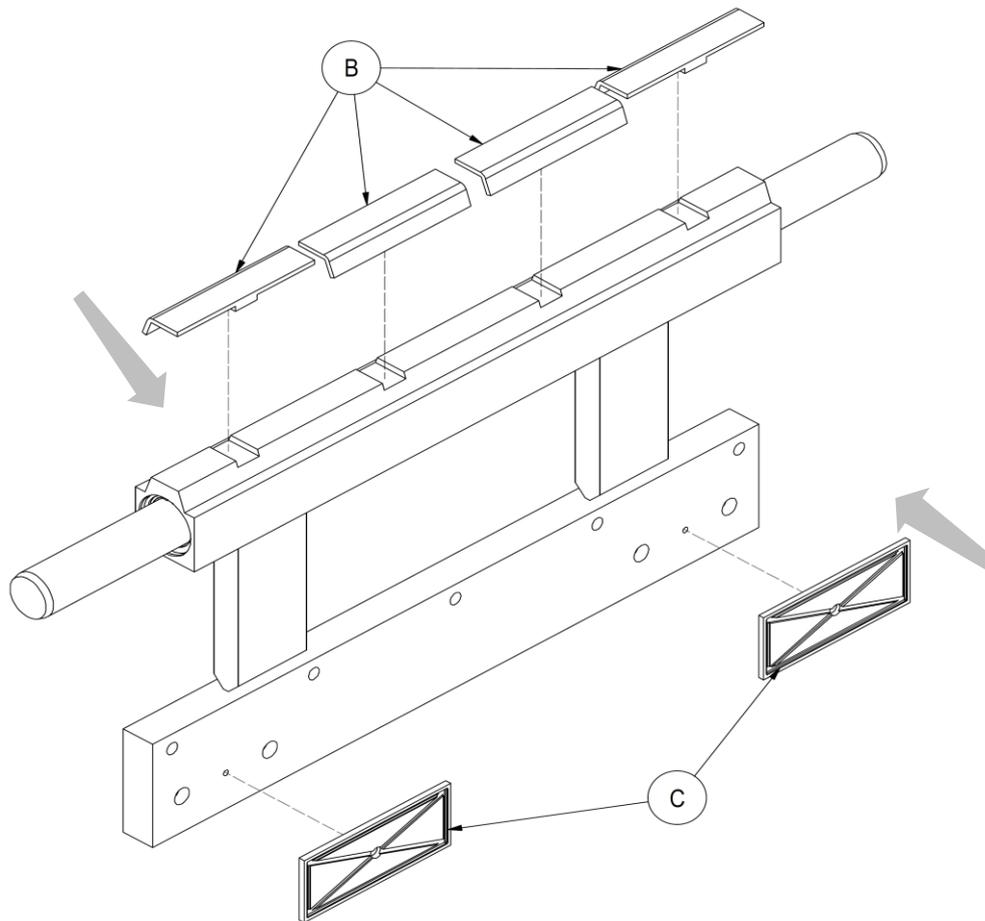

Figure 4
8. Monter les bagues de glissement **B** et les lardons de guidage **C** dans leurs sièges *Figure 4*).
9. Graisser la partie inférieure du corps mobile, où glissent les lardons **C** (voir *Figure 4*).